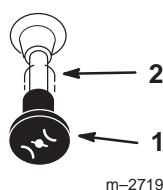

Figure 11
- Lorsque le moteur a démarré, amenez progressivement la manette de starter en position hors service (Fig. 11). Si le moteur cale ou hésite, ramenez la manette de starter à la position en service pendant quelques secondes. Réglez ensuite le levier d'accélérateur à la position voulue. Répétez l'opération si nécessaire.